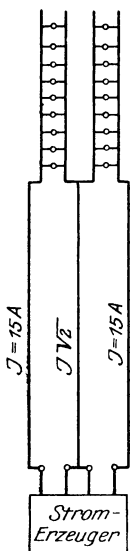

Abb. 166.
Werden hingegen nur 3 Leitungen (Abb. 166) verwendet, so fließt in der gemeinsamen Leitung der Strom $J\sqrt{2} = 15\sqrt{2}$ und ihr Querschnitt muß $q\sqrt{2}$ sein, damit der Spannungsverlust in beiden Leitungen gleich groß ist. Der Spannungsverlust in einer Phase ist dann nach Formel (105)